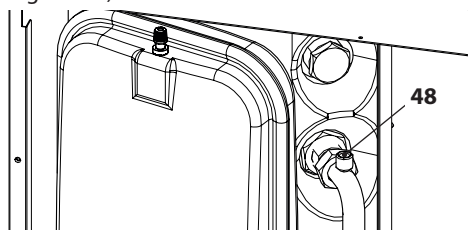

Figura 6.4
- Allentare lo sfianto serpentino bollitore 48 (Figura 6.4).
- Riempire l'impianto di riscaldamento vedi sezione "Riempimento del circuito riscaldamento" a pag. 17 e richiudere lo sfianto serpentino bollitore 48 in Figura 6.4 quando da questo inizia ad uscire acqua.